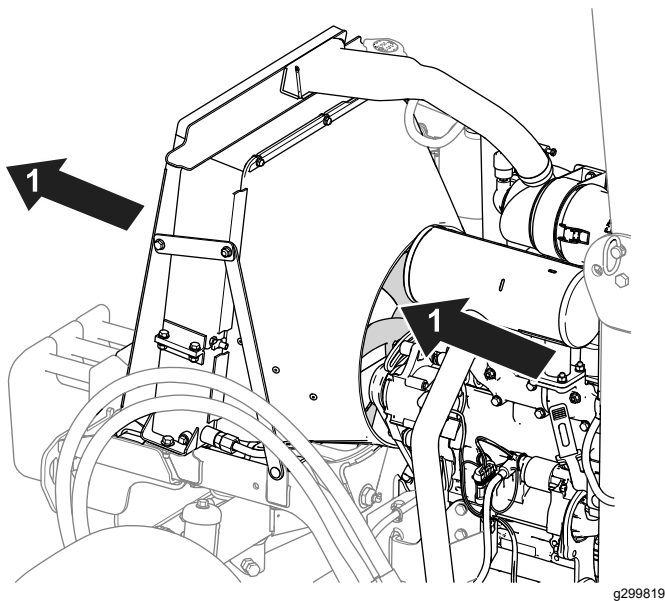

Bild 75
- Reinigen Sie die Kühlrippen mit Druckluft. Richten Sie dabei die Druckluft vom Motorinnenraum nach außen (Bild 75).